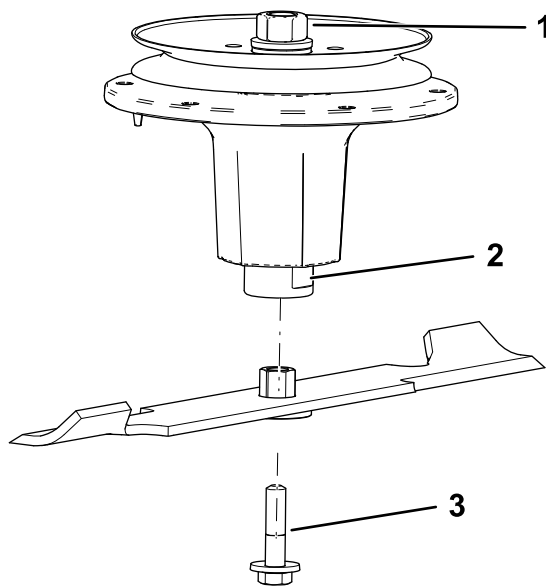

Figura 80
2. Instale o conjunto do casquilho/lâmina no eixo (Figura 80).